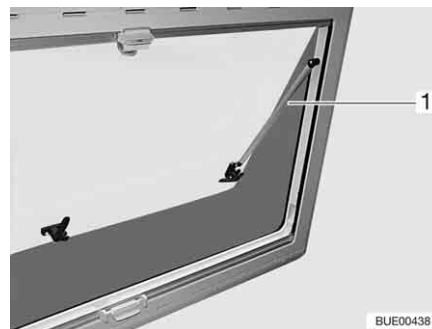

Fig. 23 Finestra apribile con deflettore automatico
- Aprire la finestra apribile fino al punto di arresto desiderato. Il deflettore automatico (Fig. 23,1) si innesta automaticamente in posizione.